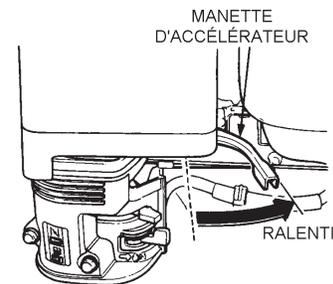

Figure 15. Accélérateur (position de ralenti)
- Régler l'accélérateur à la position de **RALENTI** (Figure 15) et laisser tourner le moteur trois minutes au ralenti.